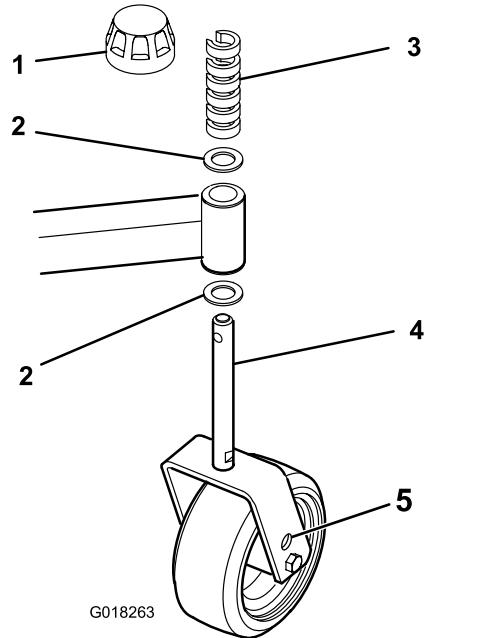

Figura 18
6. Ajuste os calços, nos braços da roda giratória frontal ou traseira, para obter inclinação da unidade de corte necessária (Figura 18).